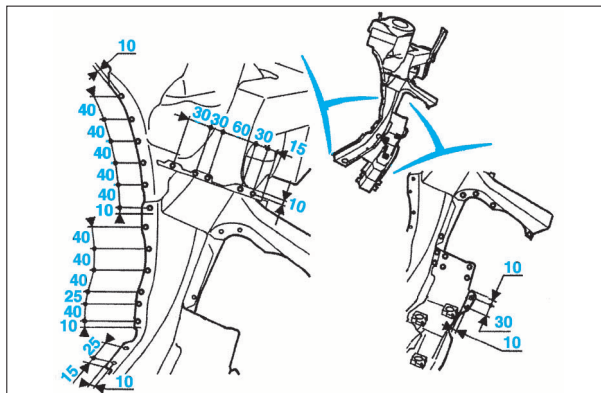

FIG. 35
- Tracer et puis percer à 6,5 mm le demi-bloc pour le soudage par bouchonnage (Fig.35).